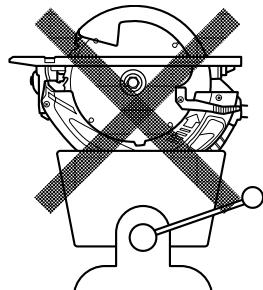

Fig. 7
- 24. Ne jamais tenter de scier avec la scie circulaire dirigée vers le bas dans un étau.** Ceci serait extrêmement dangereux et pourrait entraîner de graves accidents. (Fig. 7)